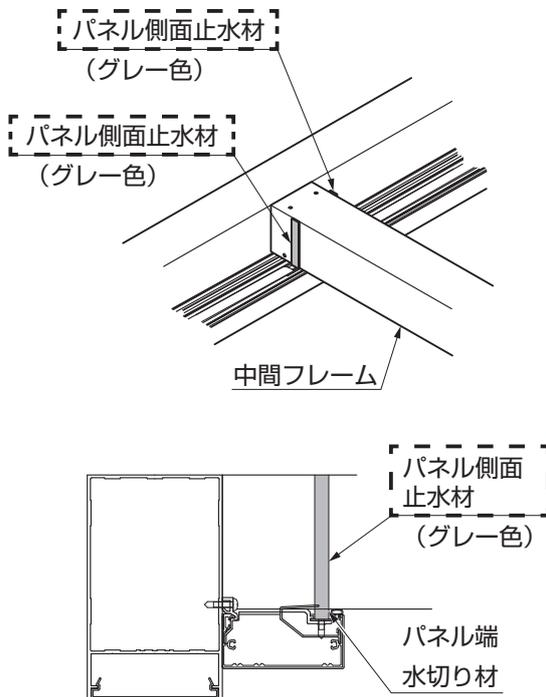

図9-4 B部詳細図
- ② パネル端水切りの位置に合わせて、パネル側面止水材を樋取付け側B部のフレーム・中間フレーム側面部に貼付けてください。(図9-4参照)